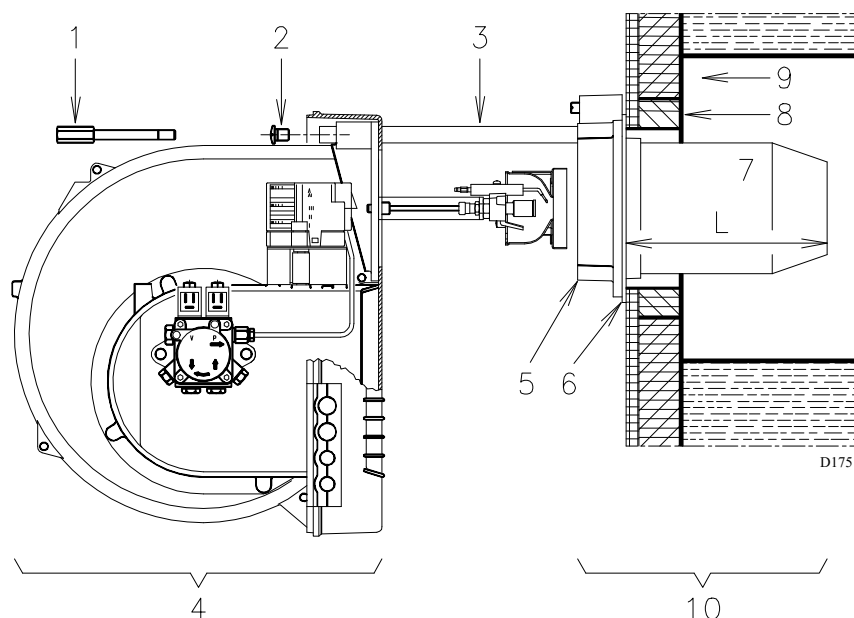

Fig. 11
- Als de verstuiver moet vervangen worden wanneer de brander reeds op de ketel is gemonteerd, moet de brander geopend worden op de geleiders zoals wordt aangeduid in Fig. 11, pag. 13, nadat de verlengstukken werden gemonteerd 16)(Fig. 6, pag. 10), en moet gehandeld worden zoals hierboven wordt aangeduid.